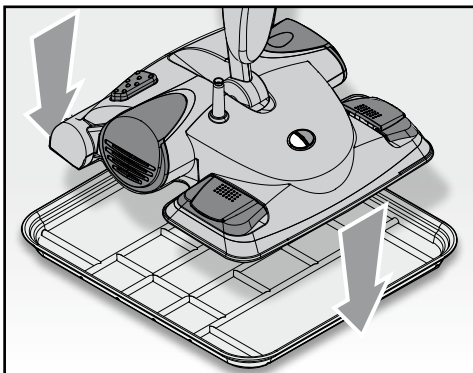
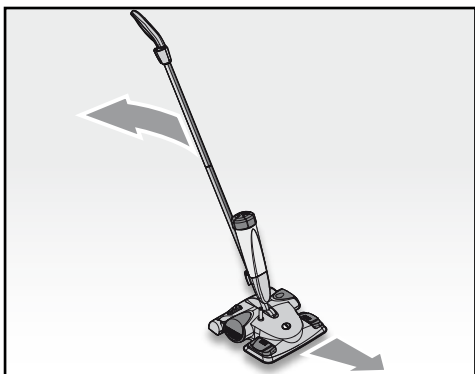

Fig. 6
Fig. 7
AVVERTENZA: PER PRESERVARE IL PAVIMENTO OD IL PARQUET IN CASO DI FUORIUSCITA DI VAPORE NELLA FASE STATICA DI PRE-RISCALDAMENTO, SI CONSIGLIA DI PORRE IL PATTINO SCOPA ALL'INTERNO DELL'APPOSITA BASE (A) FORNITA IN DOTAZIONE (FIG. 6).
- Quando si accenderà la relativa spia di pronto vapore (R) l'apparecchio sarà pronto per essere utilizzato con il vapore.
- Inclinare il manico (I), allineare l'impugnatura (H) al senso di utilizzo (Fig. 7) e procedere con l'uso.